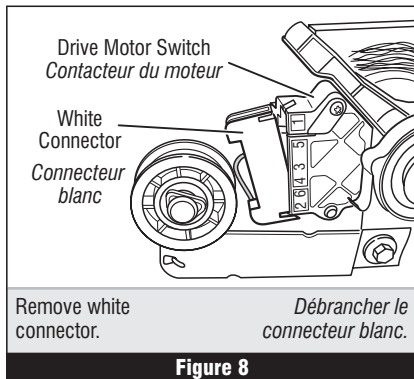

Figure 8
5. Remove the white connector from the drive motor switch. See figure 8.
5. Débrancher le connecteur blanc du contacteur du moteur. Voir figure 8.